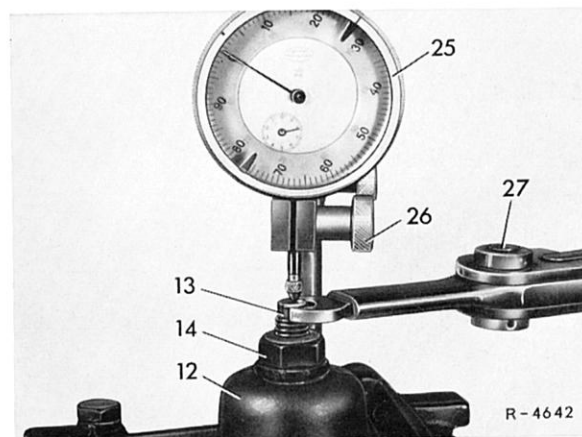

Bild 46–15/16
7 Verschlussschraube (22) aus dem Lenkgehäusedeckel herausschrauben (Bild 46–15/15).
9 Einstellschraube (13) mehrmals herausschrauben und mit 1 mkp gegen Block anziehen. Danach Einstellschraube ca. $\frac{1}{4}$ Umdrehung lösen und anschließend bis zu einem Drehmoment von 0,5 mkp anziehen (Bild 46–15/16).
10 Meßuhr (25) auf die Einstellschraube (13) aufsetzen und auf „0“ stellen. Einstellschraube 0,1 bis 0,15 mm hineindrehen (ca. $\frac{1}{8}$ Umdrehung) und Sechskantmutter (14) mit 2,5 bis 3 mkp anziehen, dabei muß die Meßuhr auf 0,03 bis 0 zurückgehen (Bild 46–15/16).